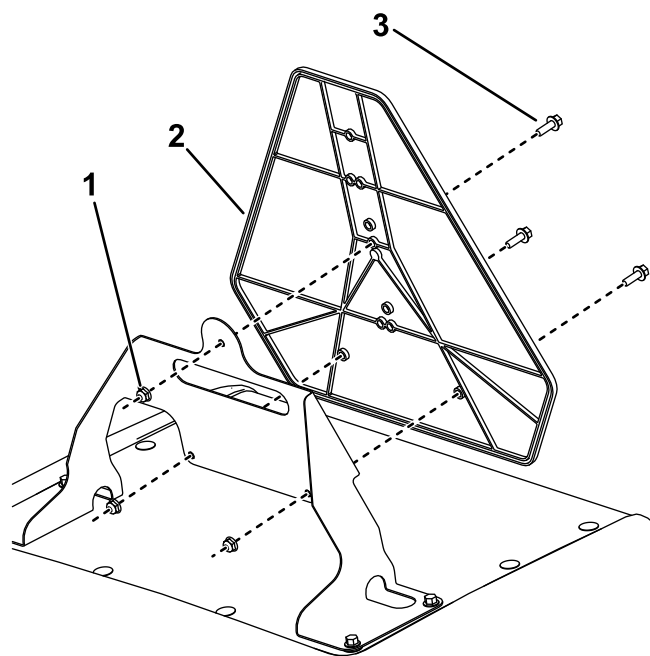

Figura 3
4. Montate il segnale di veicolo lento come mostrato nella Figura 3.